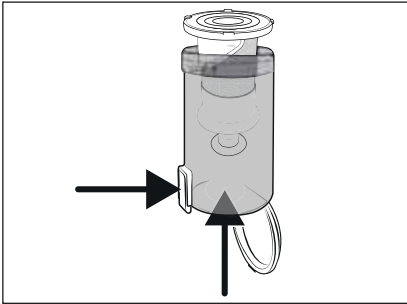

Abb. 20
- 3) Entnehmen Sie den Edelstahlfilter **6** aus dem Staubbehälter **7**, indem Sie die Staubbehälterdeckel-Entriegelungstaste **8** drücken. Schieben Sie dann den Edelstahlfilter **6** von unten aus dem Staubbehälter **7** heraus (siehe Abb. 20).